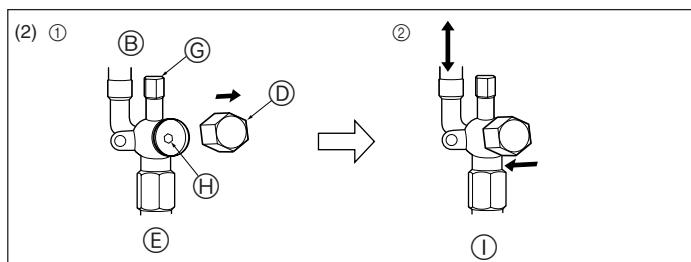

Fig. 4-6
- Vloeistofzijde van de RP2.5-6 en gas-/vloeistofzijde van de RP1.6, 2 (Fig. 4-6)